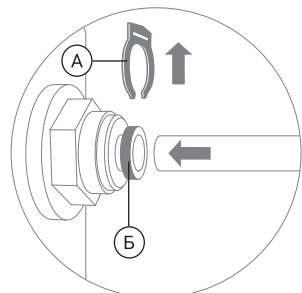

Рис. 4
1. Отсоедините стопорную клипсу (А) (рис. 4), затем вставьте трубку до упора в фитинг, продвигая ее через цанговое кольцо (Б) (рис. 4). Для герметизации соединения приложите дополнительное усилие, при этом трубка утопится еще примерно на 3 мм и будет плотно обжата резиновым кольцом.
2. Установите стопорную клипсу (А) (рис. 4) на место. Потяните трубку обратно для проверки надежности соединения.